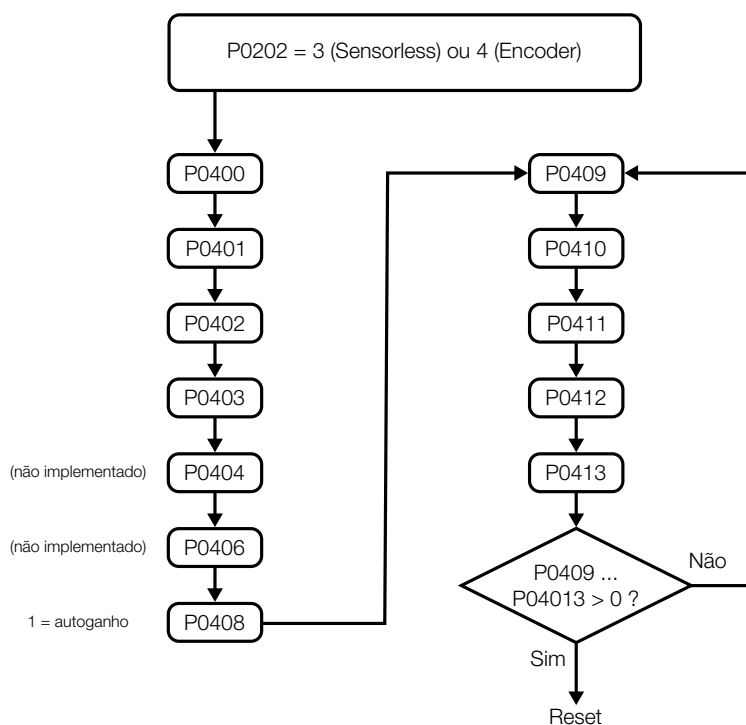

Figura 5.22: Sequência do menu autoguiado
- Quando P0202 é programado para controle vetorial sensorless (P0202 = 3) ou vetorial com encoder (P0202 = 4) o inversor entra em modo de menu autoguiado (consulte a Figura 5.22 na página 5-34).